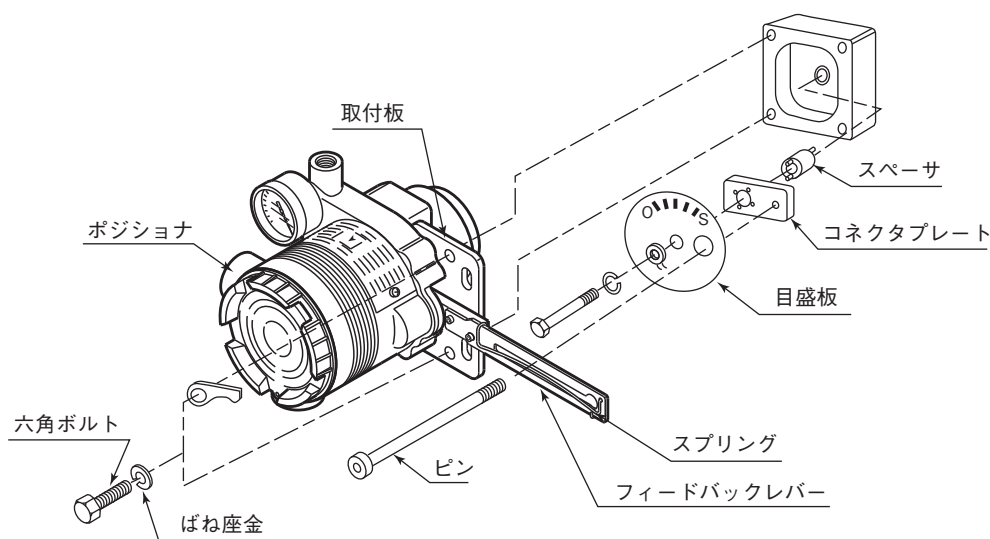

図 5-1
- 【2】コネクタプレート流れ方向に注意して(図5-1参照)フィードバックピンと共にブラケットに取り付けます。